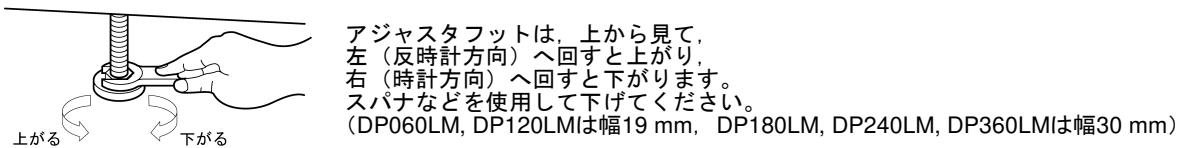

図2-1 アジャスタットの使用方法
- 傾斜した面に本製品を設置しないでください。アジャスタットは仮固定用で、自重を支えることはできません。また、本製品に寄りかかったり、本製品を支えにするようなことを行ったりしないでください。アジャスタットの使用方法を図 2-1 に示します。